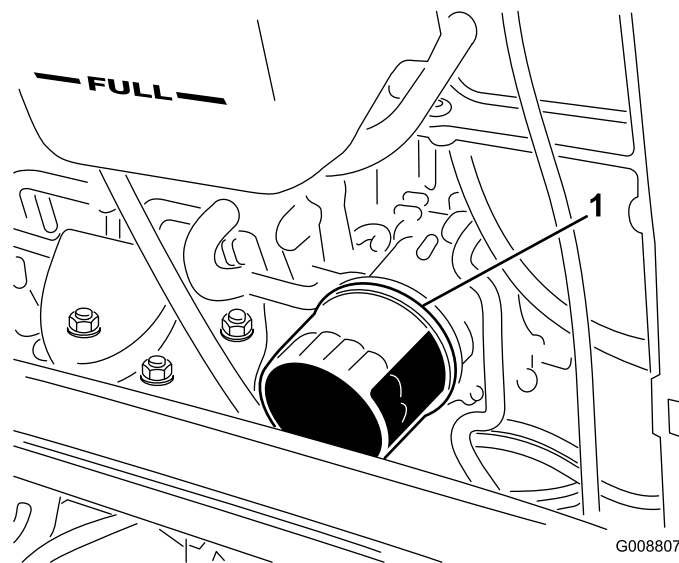

図 59
2. オイルフィルタ（図 59）を外す。新しいフィルタのシールに薄くエンジンオイルを塗って取り付ける。締めすぎないように注意すること。